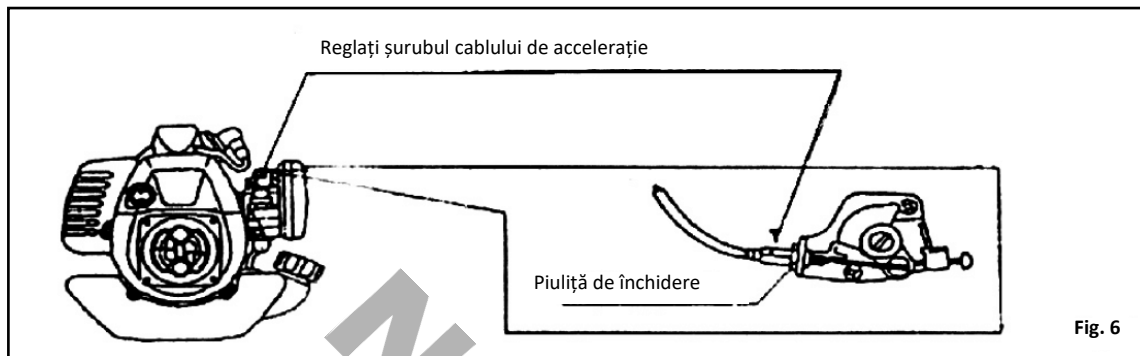

Fig. 6
(2) Cablu de reglare a acceleratorului (Fig. 6)